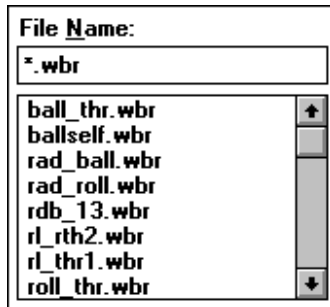

Рисунок 17 – Поле введення і вікно списку
- поле введення **File Name** дозволяє явно вказати ім'я файлу або ввести маску для вибору файлів у поточній директорії (рис. 17);
- список **File Name** показує всі файли поточної директорії, які задовольняють діючому фільтру (рис. 17);